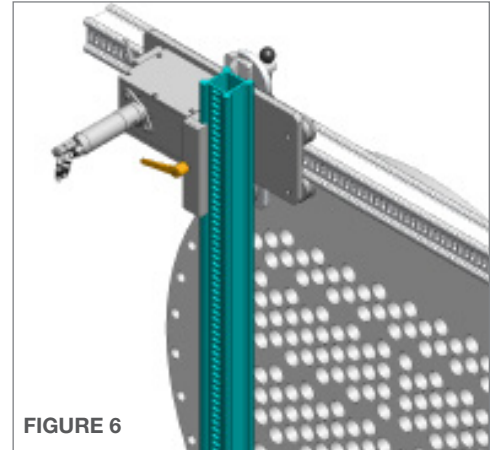

FIGURE 6
6. Desserrez la **grande poignée réglable** de la pince de rail vertical. Alignez le chariot suiveur avec la pince de rail vertical sur le chariot horizontal. Posez le **rail vertical (fentes vers l'extérieur)** en le descendant à travers la pince du chariot horizontal et entre les rouleaux du chariot suiveur. Réglez la position du rail vertical selon les besoins et serrez la pince sur le chariot horizontal en serrant la grande poignée réglable. **(Figure 6)**